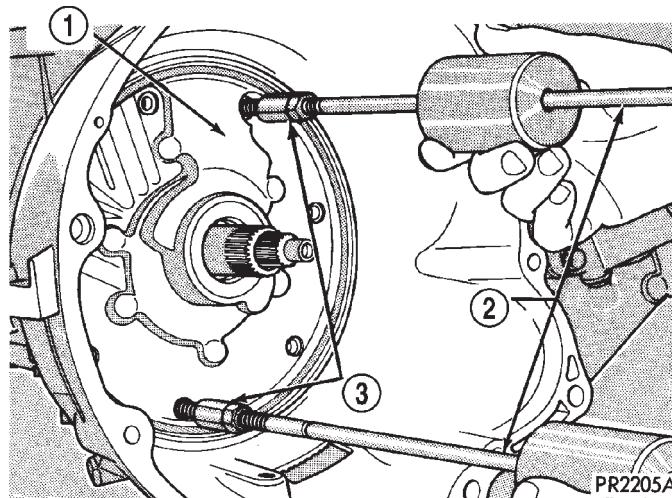

Fig. 27 Instalación de la herramienta C-3752 con los adaptadores L-4437
- 2 - PERNOS DE FIJACION DE LA BOMBA (7)
(27) Instale la herramienta C-3752 y los adaptadores L-4437 como se muestra en la (Fig. 27).